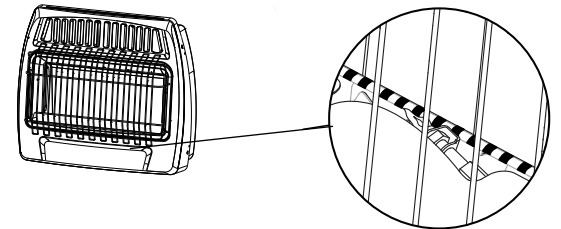

Fig. 24 - Ubicación de la llama del piloto
6. Con la perilla de control oprimida, repetidamente presione el encendedor piezoeléctrico "  " hasta que el piloto se encienda. El piloto es visible centrado debajo del quemador principal, detrás de la parrilla delantera. (Ver Fig. 24 en la página 19)
7. Mantenga oprimida la perilla de control durante (30) segundos después de que el piloto encienda. Suelte la perilla de control.
6. Con la perilla de control oprimida, repetidamente presione el encendedor piezoeléctrico hasta que el piloto se encienda. El piloto es visible centrado debajo del quemador principal, detrás de la parrilla delantera. (Ver Fig. 24)